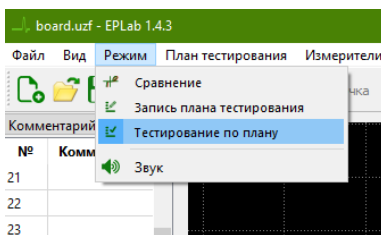

Рисунок 4.33 - Пункт меню Тестирование по плану ПО EPLab.
4. Для использования плана тестирования перейдите в пункт меню **Режим ► Тестирование по плану** (рис. 4.33) или нажмите на кнопку  на панели инструментов.